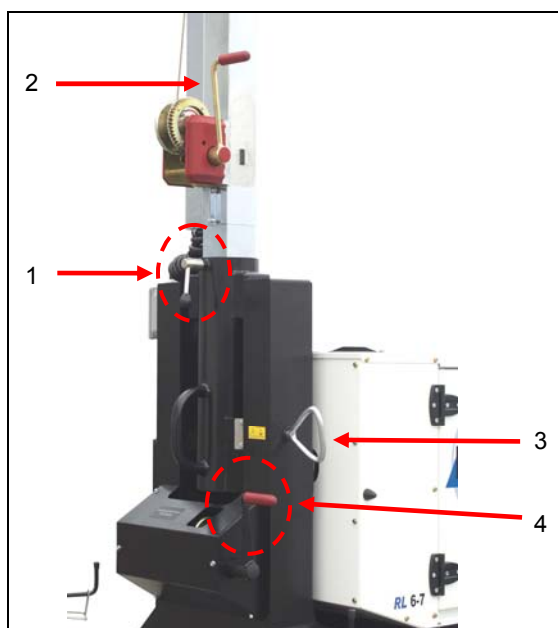

Figure 5.9 – Descente du mât
- ❶ Eteignez les projecteurs (cf. paragraphe 6.4).
- ❷ Si le mât télescopique a été orienté, ramener-le dans sa position initiale puis verrouiller le mât en rotation en le bloquant à l'aide du pivot correspondant (Fig. 5.9, rep. 1).
- ❸ Tourner la manivelle du treuil avec frein automatique dans le sens inverse des aiguilles d'une montre, jusqu'à ce que les sections télescopiques n° 2, 3 et 4 rentrent dans la première section (Fig. 5.9, rep. 2).
- ❹ Débloquer le goujon de sécurité inférieur (Fig. 5.9. rep 3) en le tirant et descendez simultanément le mât télescopique à l'aide de la manivelle du treuil avec frein automatique (Fig. 5.9. rep 4), puis relâcher le pivot de sécurité et poursuivre la descente du mât.